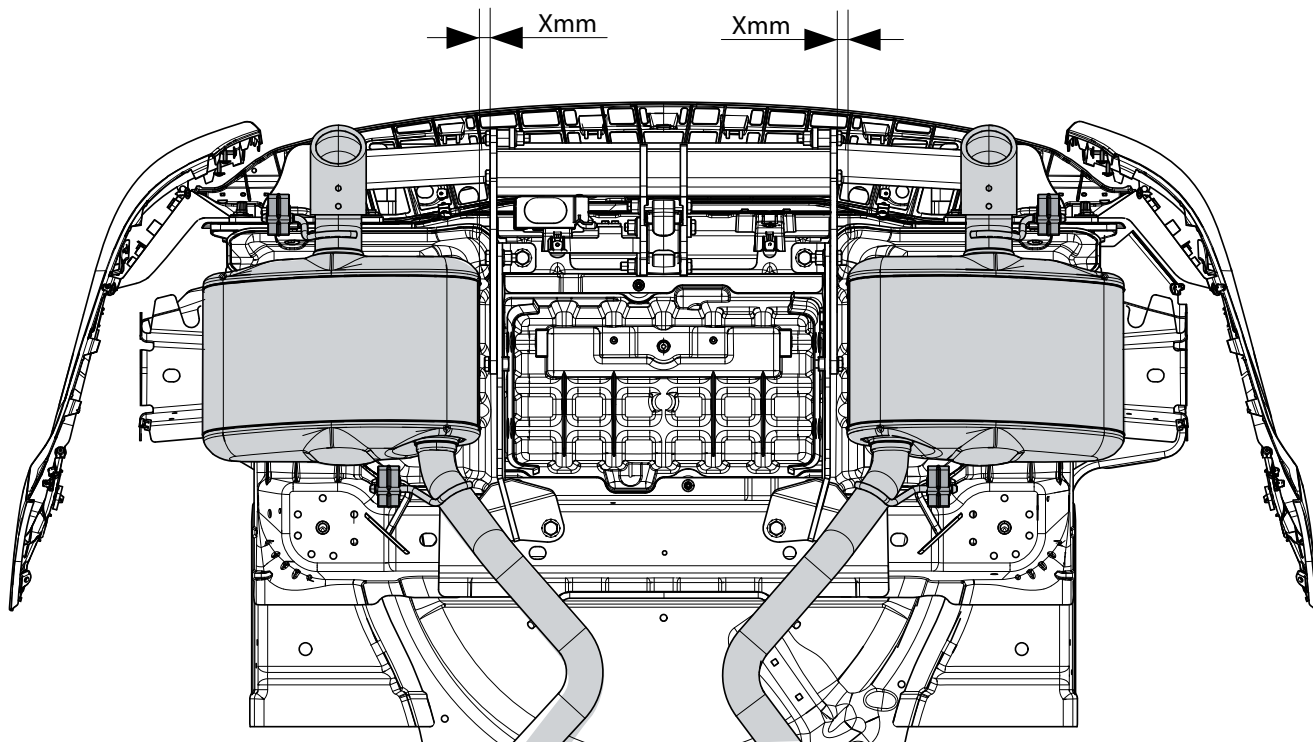

Fig. 6
13. Установите сдвоенную выпускную систему по центру. См. рисунок 6.